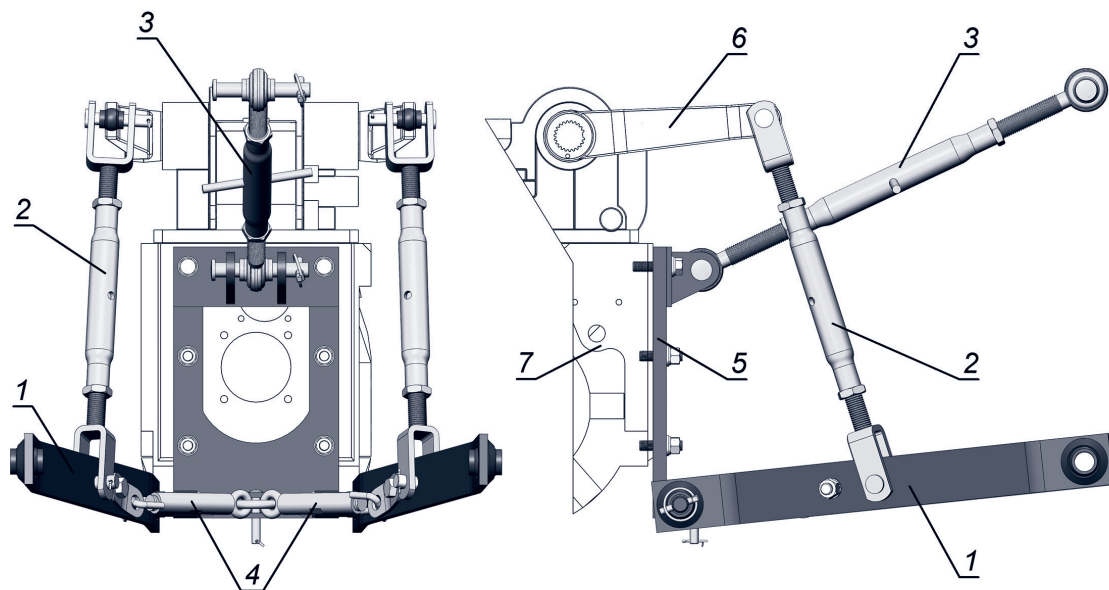

Рис. 28. Трёхточечное сцепное устройство.
Прицепное соединение (рис. 28) установлено на тракторе в задней части и представляет собой трёхточечное сцепное устройство. Оно состоит из нижней тяги (1), верхней тяги (3), вертикальной тяги (2), соединительных шарниров, пальцев, фиксирующих шплинтов и т. д.
Буксирное приспособление используется для буксирования сельскохозяйственных орудий или прицепа. Имеет четыре соединительных отверстия на чулках левой и правой полуосей. Буксирная рама установлена на чулке полуоси (рис. 28). Буксирная вилка установлена на буксирной раме. Высота буксирной вилки не регулируется.